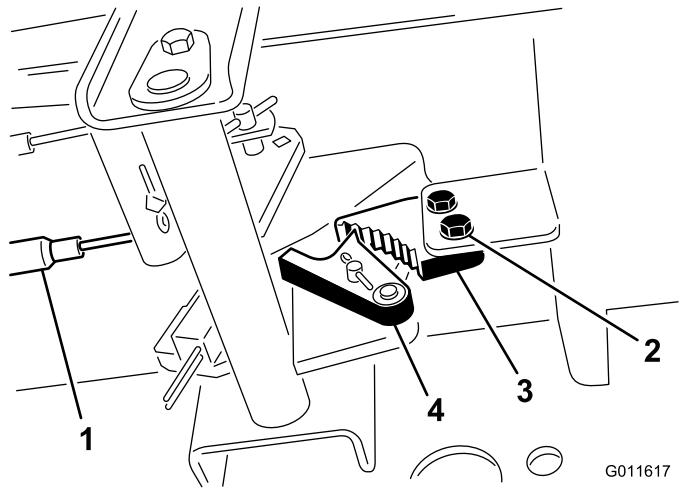

Bild 140
3. Drücken Sie das Pedal der Feststellbremse nach vorne, bis die Bremsenarretierung ganz an der Bremssperre greift (Bild 140).
2. Lösen Sie die zwei Schrauben, mit denen die Sperre der Feststellbremse am Rahmen befestigt ist (Bild 140).